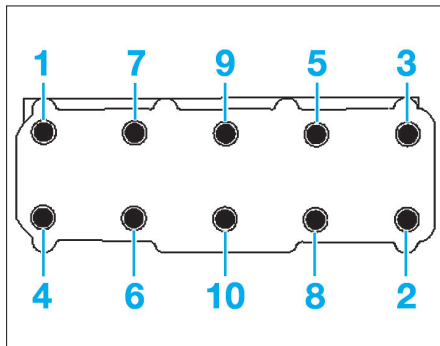

FIG. 158
- Desserrer les vis de culasse dans l'ordre indiqué (Fig.158).